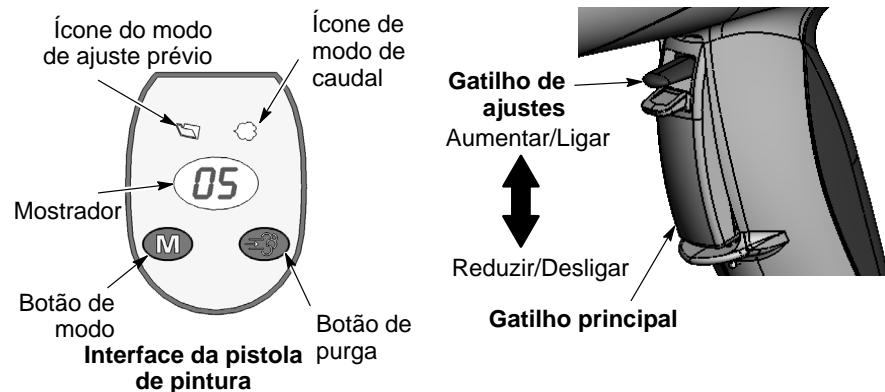

Figura 3-2 Comandos da pistola
1. Consulte a figura 3-2. Solte o gatilho principal. Os ajustes prévios não podem ser modificados enquanto a pistola estiver actuada.
1. Consulte a figura 3-2. Prima o botão de **Modo** até o ícone do **Modo de caudal** se acender.
1. Consulte a figura 3-2. Aponte a pistola para pintura para dentro da cabina e solte o gatilho principal.